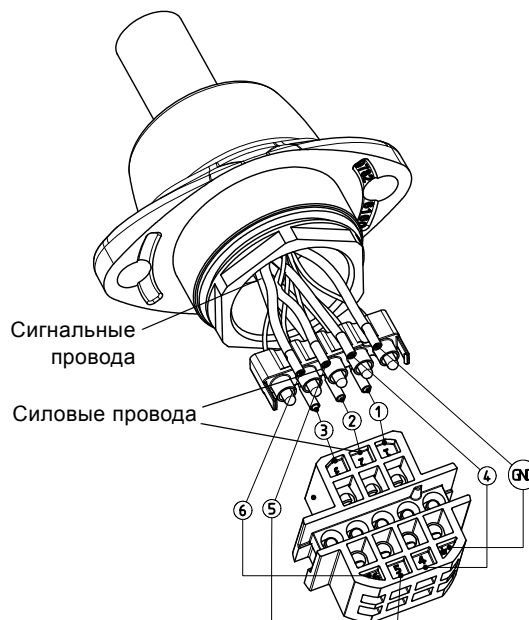
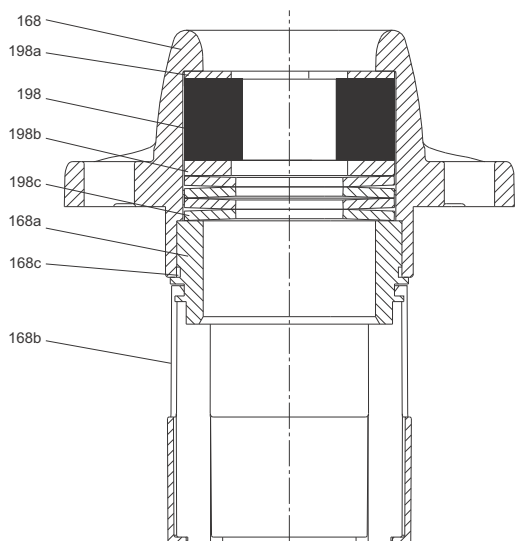

Рис. 13 Рисунок проводов
Рис. 14 Чертёж в разрезе, кабельный ввод
3. Отверткой отключите сигнальные и силовые провода на клеммной колодке (176a). См. рис. 13.
1. Закрепите инструмент для кабельного ввода (E) в тисках.
2. Поместите кабельный ввод (168) в инструмент для кабельного ввода (E).
3. Отсоедините сигнальные провода от внутреннего штепсельного разъёма с помощью инструмента для извлечения штекера Molex (A). Не забудьте отметить положение проводов. См. рис. 13.
5. Извлеките из муфты кабель вместе с резиновым уплотнением (198).
6. Снимите с кабеля резиновое уплотнение (198), шайбы (198a-198b) и пружинный диск (198c). См. рис. 14.
7. Потяните и извлеките кабель (181) из кабельного ввода.